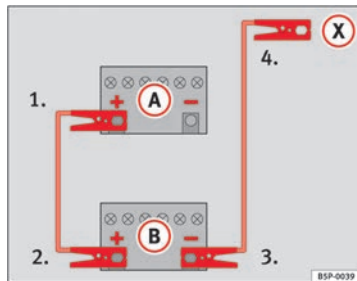

Fig. 172 Esquema de conexión para vehículos sin sistema Start Stop.
2. Emborne un extremo del cable *rojo* de emergencia al polo positivo (+) del vehículo con la batería descargada (A) ⇒ fig. 172.
3. Emborne el otro extremo del cable *rojo* de emergencia al polo positivo (+) del vehículo que suministra la corriente (B).
4. **En los vehículos sin sistema Start-Stop:** Emborne un extremo del cable *negro* de emergencia al polo negativo (-) del vehículo que suministra la corriente (B) ⇒ fig. 172.